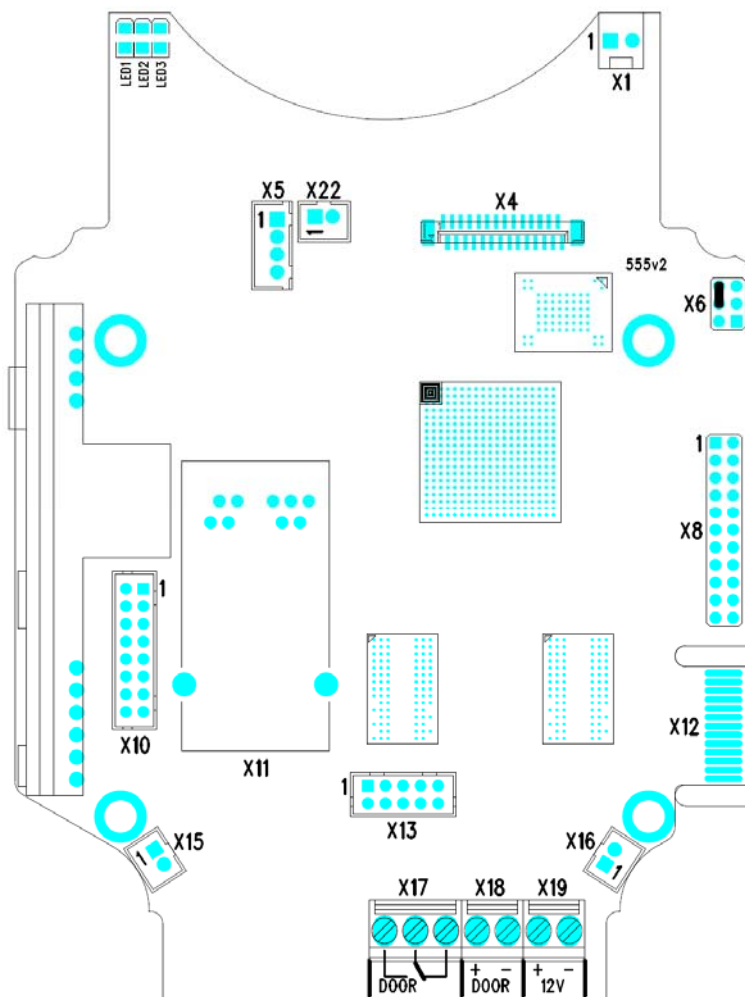

Abbildung 2.11 2N® EntryCom IP Safety Anschlüsse, PCB Version 530v2
**Abb. 2.11** zeigt die Anschlüsse auf der 2N® EntryCom IP Safety Leiterplatte (PCB). Kabel, Zubehör und andere Systemkomponenten sind mit den Steckverbindern X1 bis X22 anzuschließen.